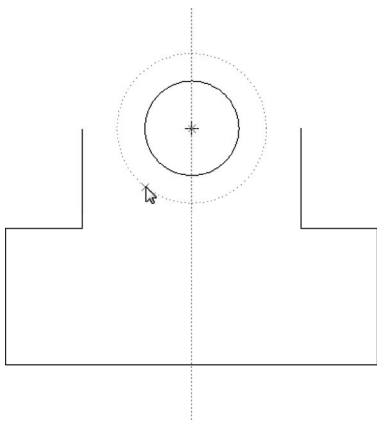

图 2-51 确认圆弧的圆心
STEP 03 在绘图区中的圆心上单击鼠标左键, 确认圆弧的圆心, 移动鼠标指针, 此时系统自动产生一个以虚线显示的同心圆, 如图 2-51 所示。